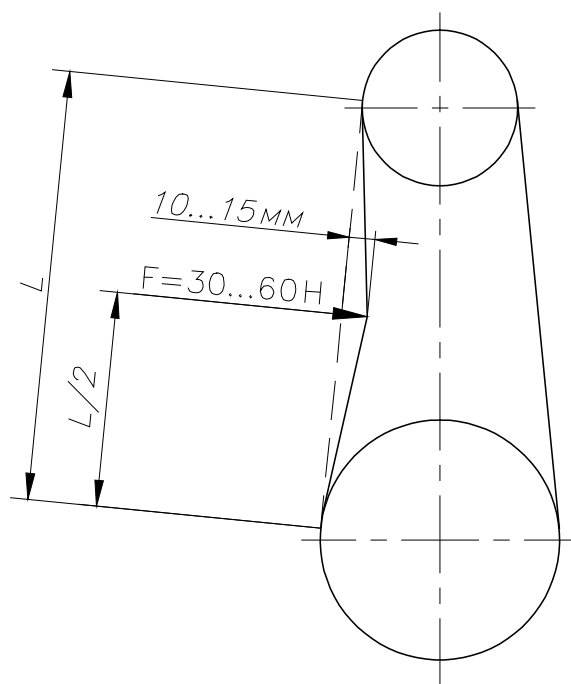

Рис. 6. Схема контроля натяжения ремня.
4.2.3. Проконтролировать натяжку ремней согласно схеме (Рис.6). Прогиб каждого ремня не должен превышать 10...15 мм при приложении силы 3...6 кг в середине ветви. При необходимости произвести натяжку.